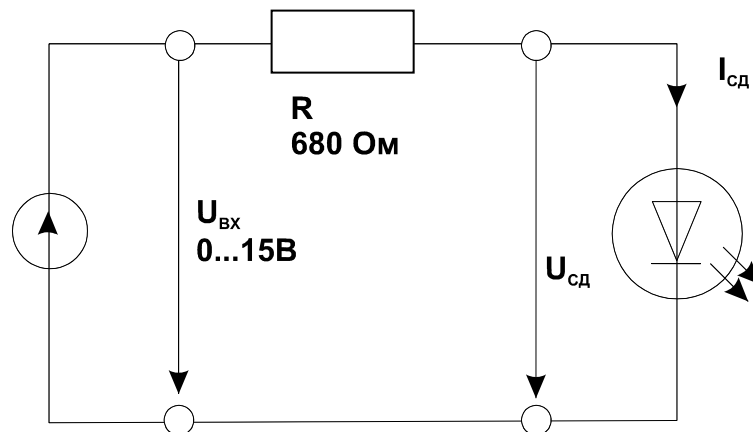

Рис. 3.1.3
- Соберите цепь согласно схеме (рис. 3.1.3) и изменяйте входное напряжение последовательными шагами, как указано в табл. 3.1.1. Измерьте прямое напряжение $U_{сд}$ и ток $I_{сд}$ светодиода с помощью мультиметра и установите светоизлучение (отсутствует, слабое, среднее, сильное). Занесите данные в таблицу.